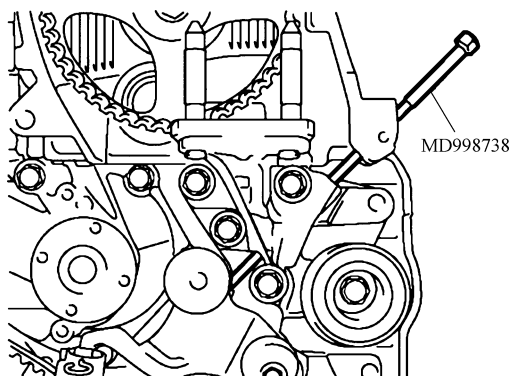

图 28-47 设置专用工具 MD998738
5) 如图 28-47 所示, 设置专用工具 MD998738。将专用工具拧入, 使其伸展到使插入自动张紧器的金属丝能轻轻移动的位置。